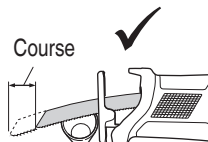
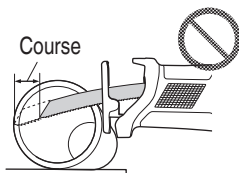
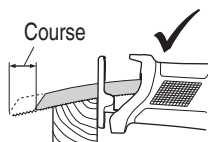
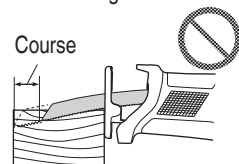

Fig. 15
Fig. 16
Fig. 17
Fig. 18
- Sélectionner une lame de la longueur appropriée. Idéalement, la longueur qui ressort du socle de la lame après soustraction de la distance de course doit être plus grande que le matériau (voir Fig. 15 et Fig. 17.) Si l'on coupe un gros tuyau ou une pièce de bois volumineuse qui dépassent la capacité de coupe de la lame, la lame risque d'entrer en contact avec la paroi interne du tube ou avec le bois, etc., ce qui provoquera des dommages. (Fig. 16, Fig. 18)